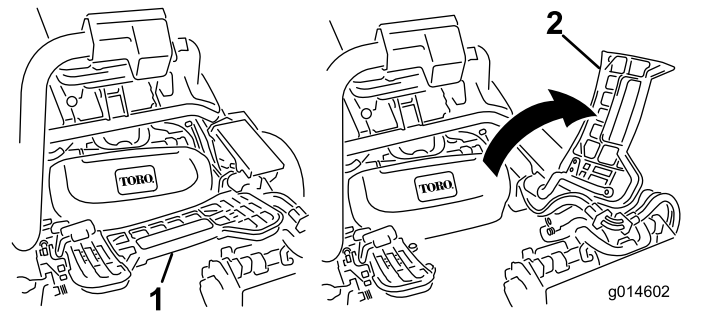

图30
2. 提起搁脚板并翻开，以便接触到中间滚刀组位置（图30）。